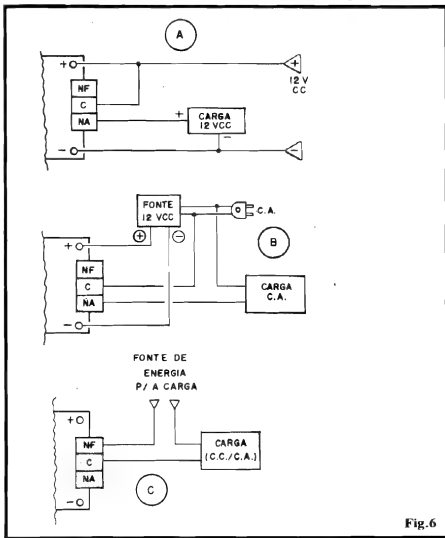

Fig. 6
- FIG. 6 - COMO UTILIZAR A SAÍDA DO SPOTA - A placa do SPOTA mostra, como plenamente disponíveis, todos os três contatos de utilização do relê (C-NF-NA). Tendo em conta que o contato neutro ou comum (C), está normalmente "ligado" ao contato NF, alternando a conexão para o contato NA apenas quando ocorre a energização do relê (durante o toque ou aproximação ao sensor...), não é difícil imaginar um bom aproveitamento das opções de saída do circuito... Vejamos alguns exemplos: